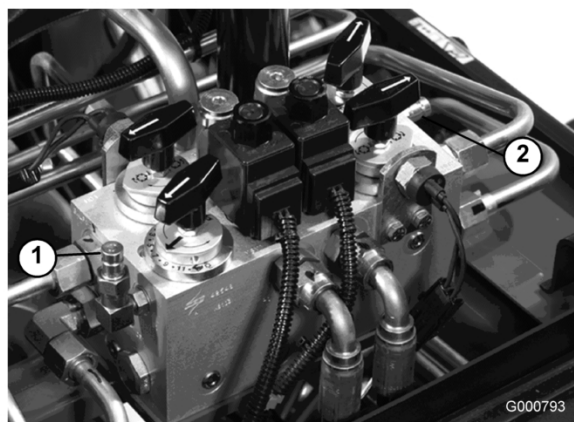

Figura 68
2. A porta de teste B (Figura 68) é utilizada para ajudá-lo a detectar os problemas no circuito hidráulico das unidades de corte frontais.
3. A porta de teste B (Figura 68) é utilizada para ajudá-lo a detectar os problemas no circuito hidráulico das unidades de corte frontais.